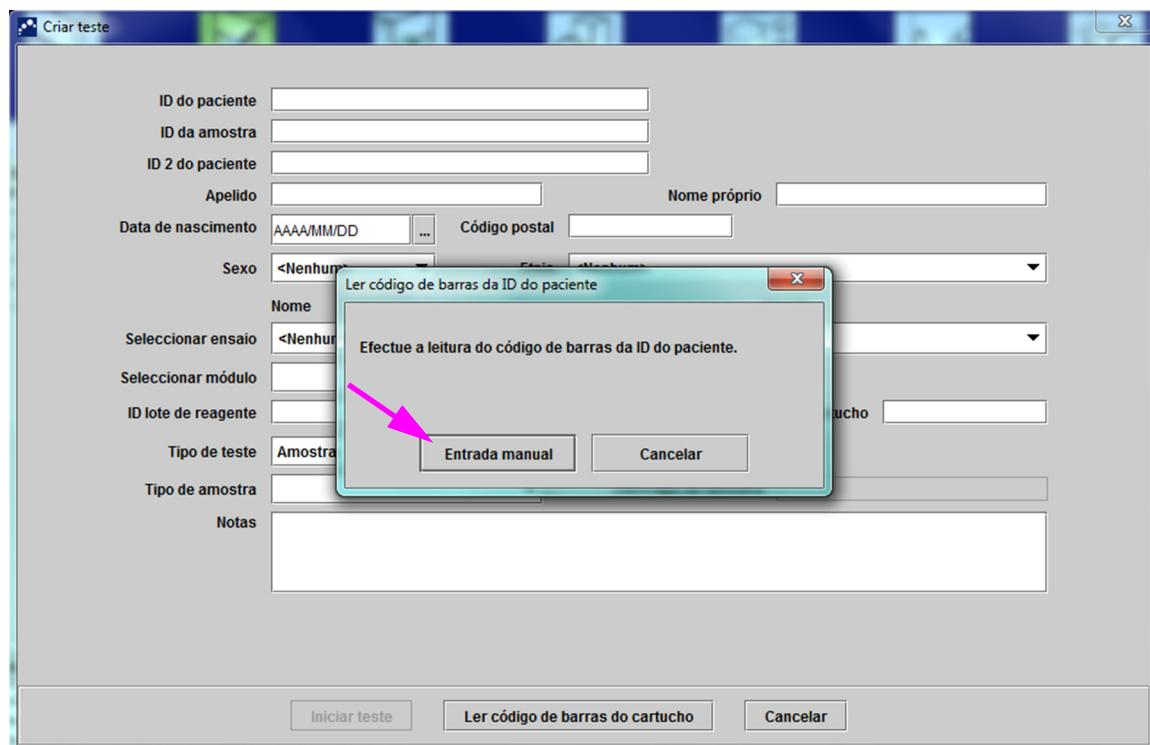

Figura 5-19. Janela Criar teste e caixa de diálogo Ler código de barras da ID do paciente
1. Na janela GeneXpert Dx System, clique em **Criar teste** na barra de menus. É apresentada a caixa de diálogo Ler código de barras da ID do paciente. Consulte a figura 5-19.